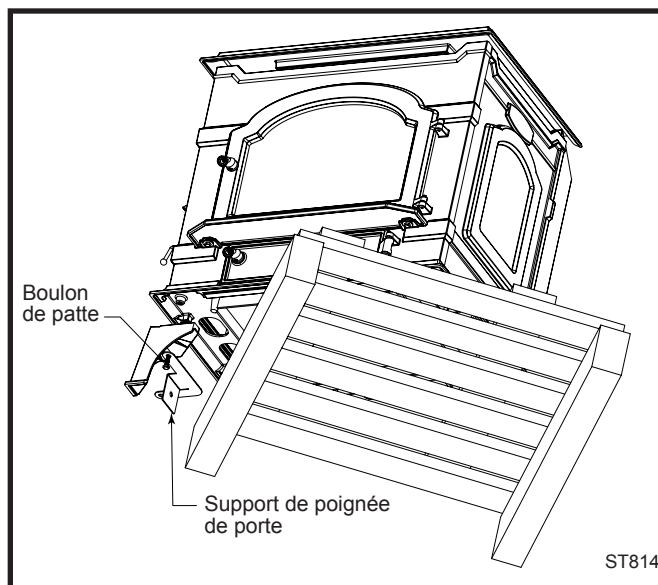

Fig. 25 Tournez le poêle sur la palette pour exposer le coin avant gauche.
2. Tournez le poêle dans le sens antihoraire jusqu'à ce que le coin avant gauche du poêle surplombe la palette et que les orifices de montage de la patte soit visible. (Fig. 25)
3. Retirez et mettez au rebut les (4) boulons rond 3/8-16 x 1/2 po insérés dans les orifices de montage sous le poêle.